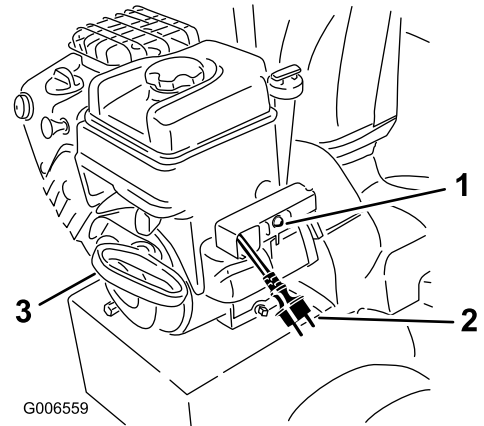

Bild 32
7. Lassen Sie die Schneefräse mit dem Rücklaufstarter oder dem Elektrostarter an (Alle Modelle Außer Modell 38597) (Bild 32).